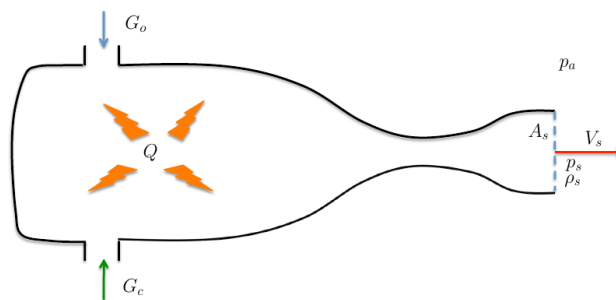

Figura 3: Cohete supersónico
3. La cámara de combustión de un cohete supersónico tiene a la salida una tobera convergente-divergente como se esquematiza en la figura 3 con área a la salida A_s . A la cámara entran un gasto G_c de combustible y un gasto G_o de oxígeno (ambos constantes) que reaccionan químicamente produciendo un calor total Q por unidad de tiempo. Como consecuencia se obtienen unos productos de combustión a una presión y temperatura elevadas que se aceleran en la tobera y salen de la misma a una velocidad supersónica V_s y a una presión p_s que, en general, no es igual a la presión atmosférica p_a .